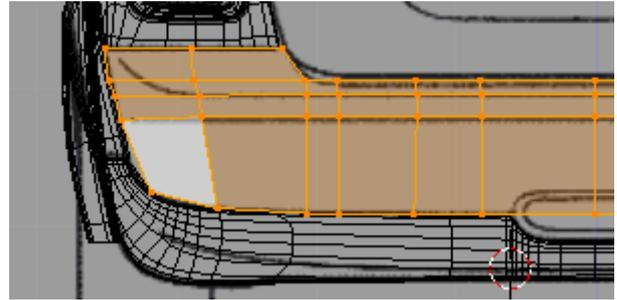

Figura 4.188
1. Isole o conjunto de vértices do pára-choques e crie uma malha própria, figura 4.188.